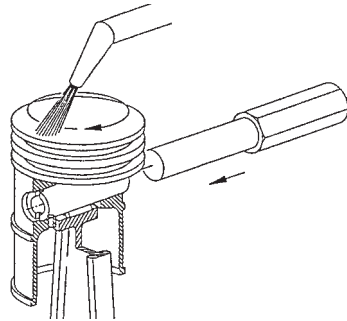

Bild 3
- Kolbenboden mit Heissluftpistole (200 °C) ca. 2 - 3 min gleichmäßig erwärmen. (Bild 3)
- Kolbenbolzen aus dem Kolben treiben (mit Durchtreiber mit Zapfen 08). (Bild 3)